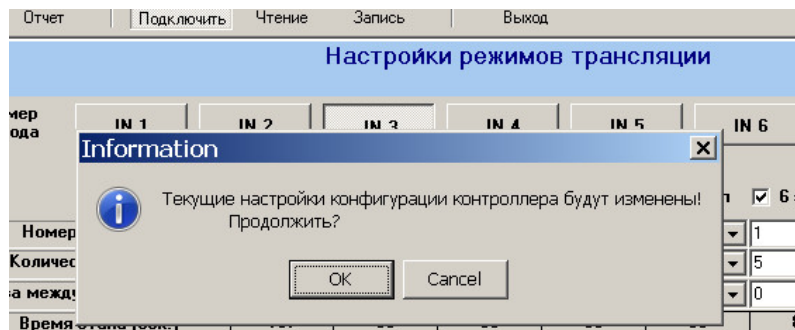

Рис. 47.
- После того как все настройки в вашем проекте будут произведены, и вы уверены, что готовы к записи, нажмите на командную кнопку «Запись». Появится диалоговое окно (Рис. 47).